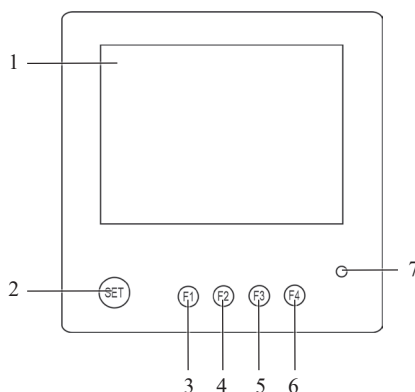

Рис. 4 – Элементы прибора
- Для сохранения настроенных параметров и выхода из режима настройки нажмите кнопку **SET**. Прибор перейдет в режим отображения измеренных значений. При выходе за пределы любой из уставок включится звуковая сигнализация и загорится индикатор 7 (рис. 4). Отключение произойдет после того, как значение температуры или влажности вернется в пределы уставок, или при изменении значений уставок.